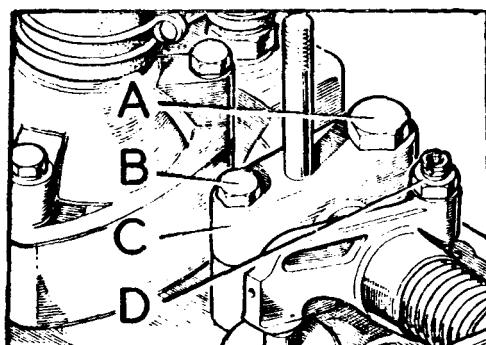

Fig. A1-57 Desmontaje del árbol de balancines
- 1.3. Aflojar las contratuerca y los tornillos de ajuste, D (Fig. A1-57) para dejar parcialmente libres las varillas de empuje.
- 1.4. Soltar los tornillos, B (Fig. A1-57), fijar el árbol de balancines y los A, que fijan el árbol y la culata.